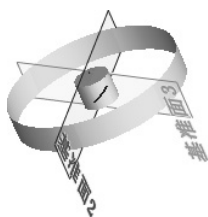
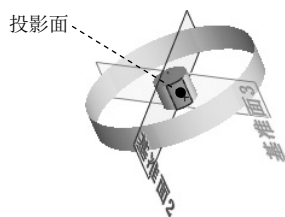
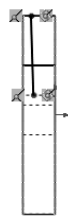

图 6.14.16 曲线 2
图 6.14.17 选取投影面
图 6.14.18 草图 4
Step14. 创建如图 6.14.16 所示的曲线 2。
(1) 选择命令。选择下拉菜单 **插入(I)** → **曲线(U)** → **投影曲线(P)...** 命令。
(2) 在“投影曲线”对话框的下拉列表中选中 **面上草图(K)** 单选项。
(3) 选取草图 3 为要投影的草图；选取如图 6.14.17 所示的模型表面为要投影到的面，选中 **反转投影(R)** 复选框。
(4) 单击 按钮，完成曲线 2 的创建。
Step15. 创建如图 6.14.18 所示的草图 4。选取基准面 3 为草图基准面。